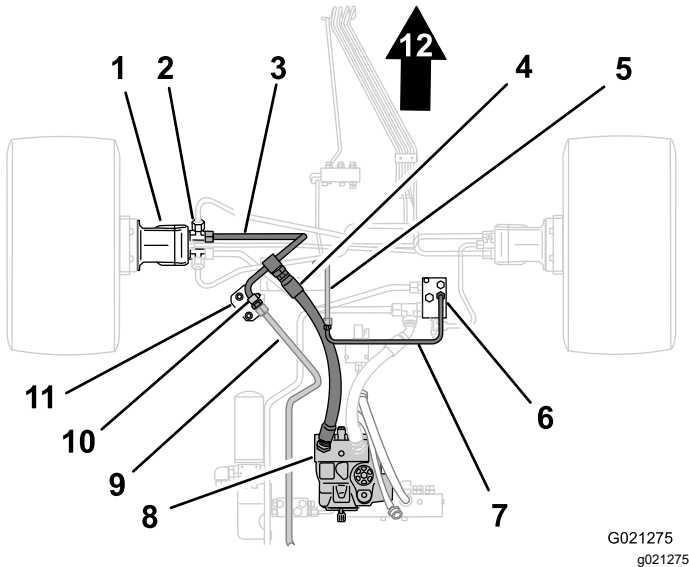
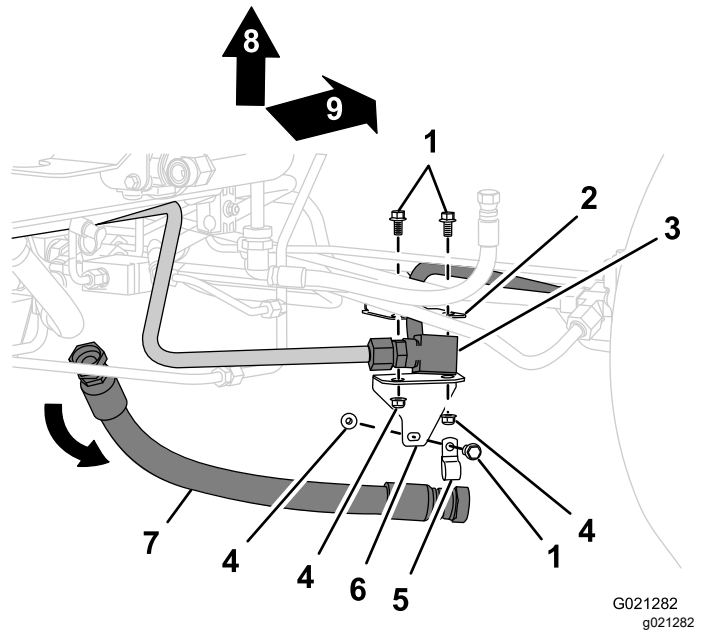

Figure 2
Figure 3
1. Placez un bac de vidange sous l'extrémité avant du flexible de pression (Figure 2).
2. Débranchez l'extrémité avant du tube de pression du raccord dans le tube de diviseur, et laissez couler le liquide hydraulique du flexible et du tube (Figure 3).
3. Débranchez l'extrémité arrière du flexible de pression du raccord dans la pompe hydraulique, et enlevez le flexible de pression ; voir Figure 2 et Figure 3.
2. Retirez l'écrou-raccord pour le tube transversal du raccord du collecteur de traction arrière (Figure 2 ou Figure 3).
3. Retirez l'écrou-raccord pour le tube filtrant du raccord du tube transversal et déposez le tube transversal (Figure 2 ou Figure 3).
1. Retirez le boulon et l'écrou qui fixent le tube de diviseur au support de tube, et retirez le collier (Figure 3 ou Figure 2).
2. Retirez les 2 boulons et les 2 écrous qui fixent le support de tube au support de châssis (Figure 3 ou Figure 2).
2. Retirez l'écrou-raccord du tube de diviseur sur le raccord en T du moteur de traction avant gauche, et déposez le tube de la machine (Figure 2 ou Figure 3).